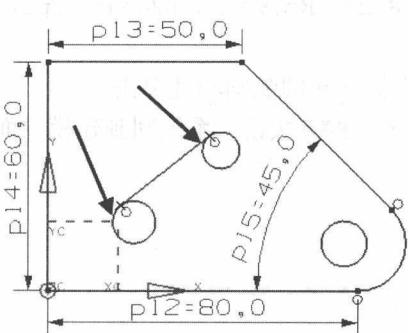
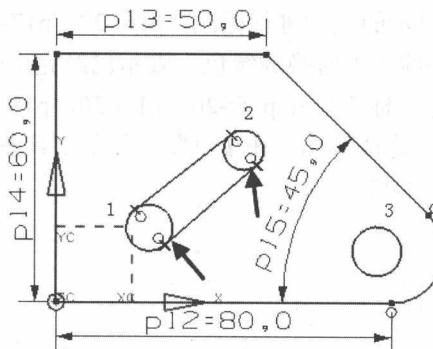

图 1-10 绘制一条公切线
图 1-11 绘制另一条公切线
(6) 在【草图工具】工具条中选择 \checkmark (直线) 按钮，在捕捉点工具条中选择 $/$ (点在曲线上) 按钮，然后选择两段圆弧，按照图 1-10 绘制一条公切线；同样选择另一侧圆弧，绘制另一条公切线，如图 1-11 所示。